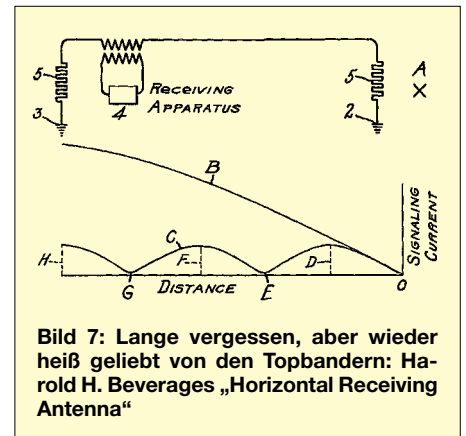

Bild 7: Lange vergessen, aber wieder heiß geliebt von den Topbandern: Harold H. Beverages „Horizontal Receiving Antenna“
Bild 7: Eine Fotomontage von der Sonnenfinsternis am 21. Juni 2001. In der Mitte ein Sonnenbild im extremen Ultraviolett (Wellenlänge 30,4 nm), umgeben vom Strahlenkranz der Korona, wie er sich in Deutschland zeigte. Das Ganze wird eingerahmt von einer künstlichen Sonnenfinsternis im Röntgenlicht, die mit Hilfe der Raumsonde SOHO erzeugt wurde. Fotos: SEC Boulder (3)
In der US-Patentschrift 1,381,089 (Bild 7) beschreibt Harold H. Beverage die wohl bekannte, sehr eng bündelnde und effiziente Empfangsantenne. Signale vom Sender (A) induzieren einen kleinen Strom in die Antenne. Wenn die Geschwindigkeit dieses Stroms im Raum, wird das Signal bis zum Punkt 3 ansteigen und im Empfänger (4) ein starkes Signal produzieren.